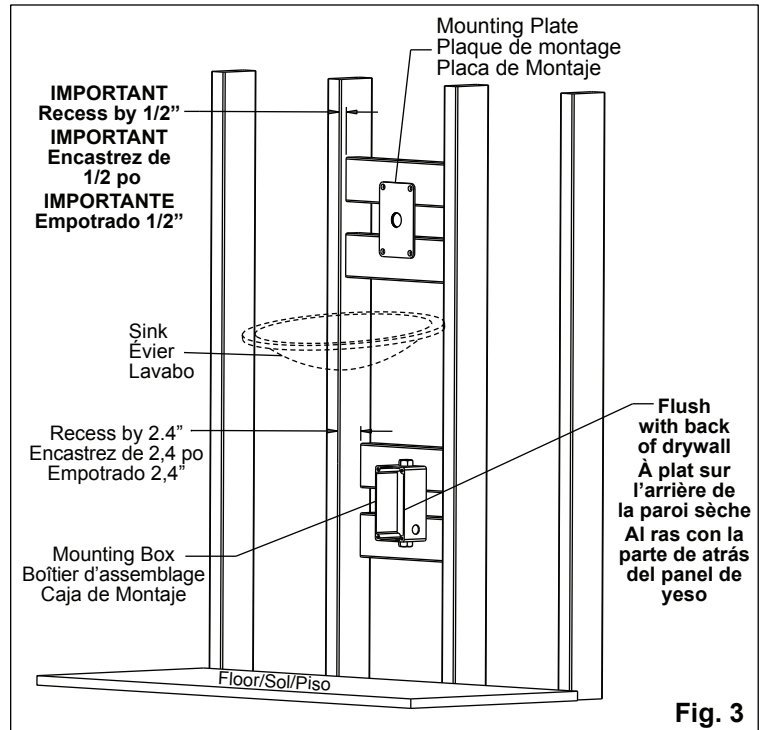
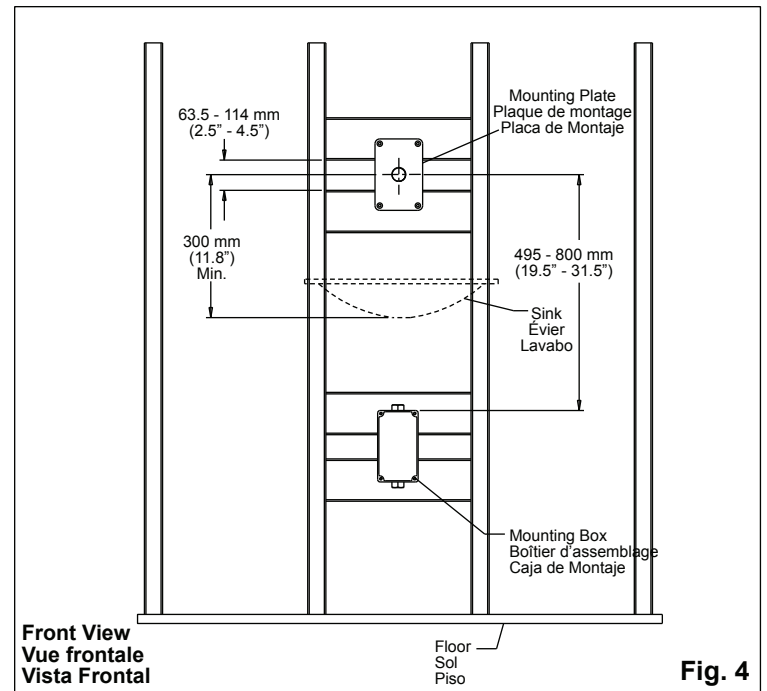

Fig. 3
Fig. 4
2. Build bracing for mounting box with wall studs (supplied by others) so it is flush with **back side** of drywall once installed. See Figure 3.
2. Fabriquez une barre de renforcement pour le boîtier d'assemblage à l'aide des montants muraux (fournis par d'autres fabricants), de sorte qu'il soit à plat sur l'**arrière** de la paroi sèche après l'installation. Voir la figure 3.
5. Build bracing for mounting plate with wall studs (supplied by others). Mounting plate to be secured to the bracing using wood screws (supplied by others). See Figure 4 for stud positioning. See Figure 3 for stud positioning.
Important: Recess the mounting plate studs by 1/2" (12.7 mm) in order to leave room for the wire connections. See Figures 3 and 8.
Note: Keep a distance of not less than 11.8" (300 mm) from the centre line of the spout to the bottom of the sink to avoid reflection issues. See Figure 4.
5. Fabriquez une barre de renforcement pour la plaque d'assemblage à l'aide des montants muraux (fournis par d'autres fabricants). Le boîtier doit être fixé à la barre de renforcement à l'aide des vis à bois (fournies par d'autres fabricants). Voir la figure 4 pour le positionnement vertical. Voir la figure 3 pour le positionnement du montant.
Important : Encastrez les montants de la plaque d'assemblage de 1/2 po (12,7 mm) pour laisser la place aux raccords électriques. Voir les figures 3 et 8.
Remarque : Laissez une distance minimale de 11,8 po (300 mm) entre la ligne centrale du bec et le fond de l'évier afin d'éviter les issues de réflexion. Voir la figure 4.